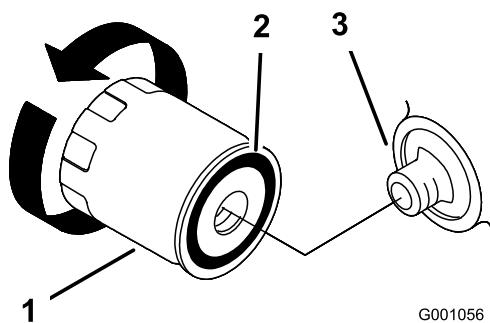

Figura 48
- Remova o filtro de óleo antigo (Figura 47 e Figura 48) e limpe a superfície da junta do adaptador do filtro.